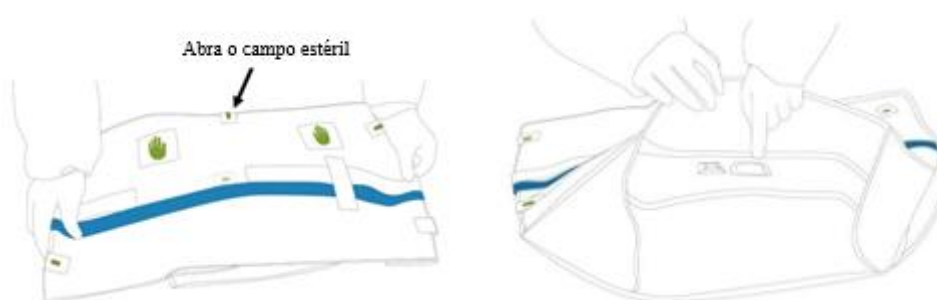

Figura 6.2. Desdobramento
2. Desdobre o campo cirúrgico do braço de instrumentos na mesa estéril para localizar e expor o espaçador da interface do adaptador de trocarte (Figura 6.2).